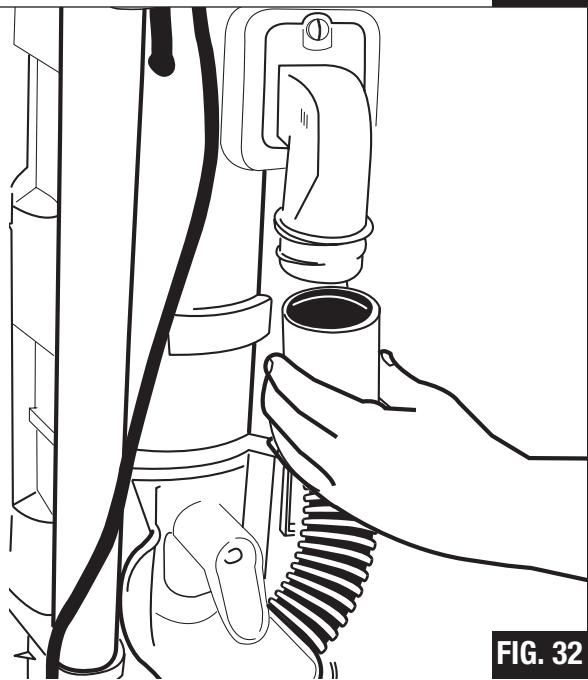

FIG. 32
- Step 4:** Twist the hose from the coupling elbow on the back of cleaner. Check for blockages at cleaner opening and in hose (FIG. 32). If a blockage is found, clear the blockage. The screw attaching the clear hose adapter can be removed for better access to a blockage.
Étape 4 : Retirer le tuyau du coude d'accouplement situé à l'arrière de l'aspirateur. Vérifier pour les obstructions à l'ouverture de l'aspirateur et dans le tuyau (FIG. 32). Si une obstruction est trouvée, enlevez-la. La vis attachant l'adaptateur à poussière du tuyau peut être enlevée pour un meilleur accès à l'endroit obstrué.
Paso 4: Haga girar levemente la manguera quitándola del codo acople en la parte trasera de la aspiradora. Revise para ver si hay obstrucciones en la entrada a la aspiradora o en la manguera (FIG. 32). Si encuentra alguna obstrucción, quitela. El tornillo que fija el adaptador transparente de la manguera puede ser quitado para facilitar el acceso a la obstrucción.